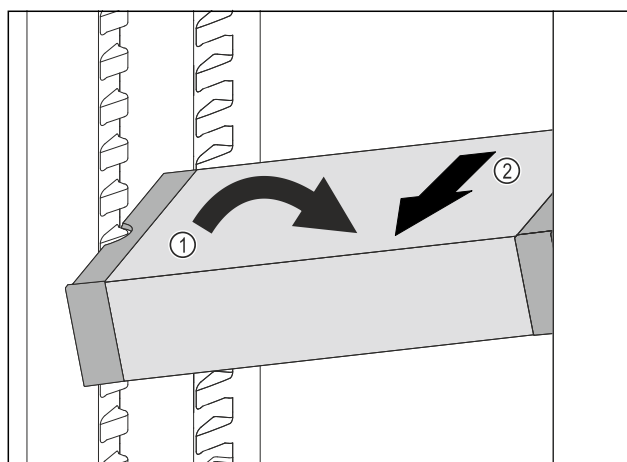

Fig. 55
- ▶ Ställ VarioSafe snett i kyldelen. Fig. 55 (1)
- ▶ Dra VarioSafe framåt för att ta ut den. Fig. 55 (2)